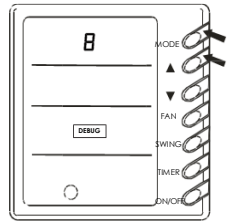

Fig.11
4.3.14 Impostazione codice di indirizzo del controller via cavo (Fig.11)
4.3.14 Set the address code of the wired controller (Fig.11)